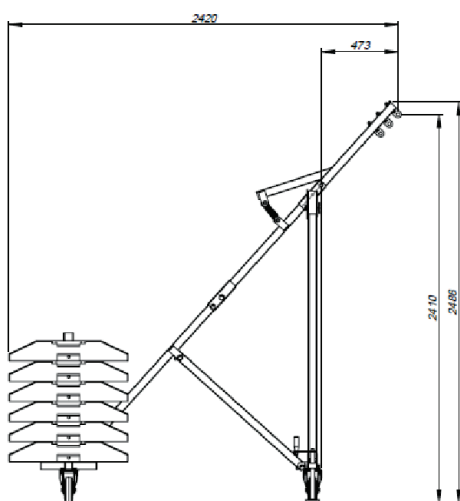
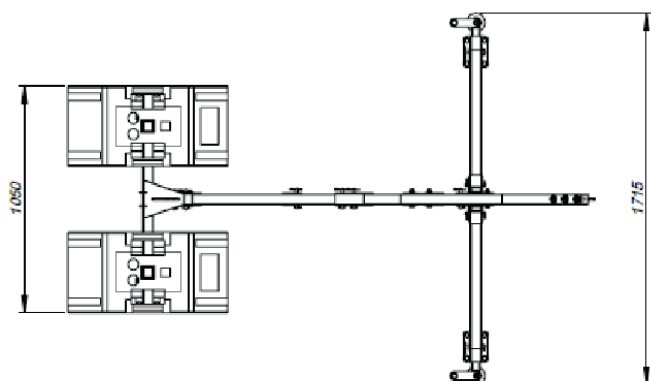

Fig. 1
Fig. 2
- Medidas: acorde al dibujo fig.1 y fig.2